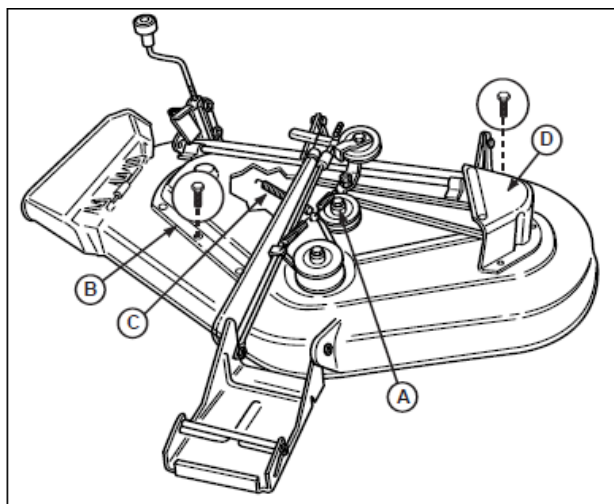

図 43 44", 50" モアデッキ
3. 右側の被いカバー (図 43 の B) を固定しているキャップスクリューを外してください。左側の被いカバー (D) を固定している3つのキャップスクリューを外してください。
4. 一對のロックプライヤまたはスプリングプーラーを使って、デッキの-slotから、アイドルプーリースプリング (図 43 の C) を外してください。
5. アイドラプーリーをブラケットに固定しているキャップスクリュー (図 43 の A) を緩めてください。ベルトは、プーリーとアイドルプーリーハブの間にすべり込むことができます。
7. キャップスクリュー (図 43 の A) を締め付けてください。
8. スプリング (図 43 の C) をモアデッキの-slotに取り付けます。
9. 左右の被いカバー (図 43 の B, D) を取り付けます。